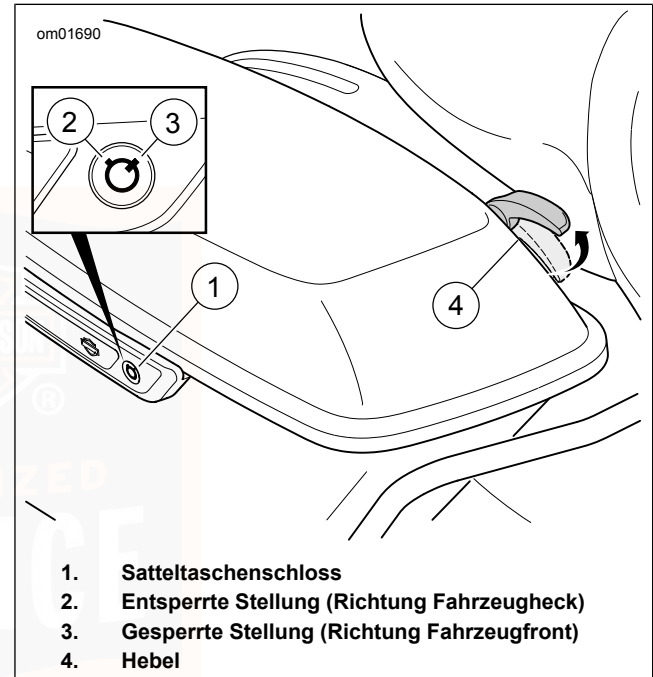

Abbildung 57. Satteltasche
1. Siehe Abbildung 57. Das Satteltaschenschloss mit dem Zündschlüssel entriegeln.
1. Siehe Abbildung 57. Den Satteltaschendeckel zuklappen.
1. Siehe Abbildung 57. Die Satteltasche öffnen.